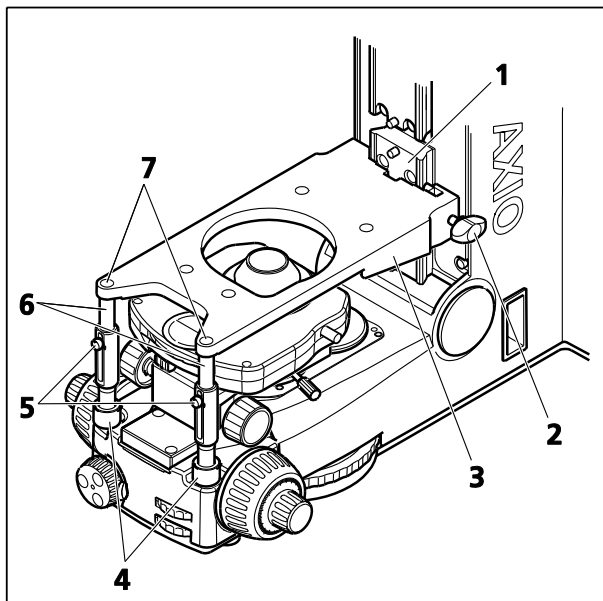

Figure 3-17 Fixation du support de platine
- Tenir le support de platine (Figure 3-17/3) et la platine montée à l'aide de la main gauche, puis l'insérer tout d'abord en l'inclinant légèrement dans le guide en queue d'aronde (Figure 3-17/1) au niveau du statif.
- Serrer légèrement la vis de serrage (Figure 3-17/2) avec la main droite.
- Aligner le support de platine en conséquence sur la vis de butée inférieure, puis serrer la vis de serrage (Figure 3-17/2) sans exercer de pression excessive.
- Desserrer les vis de réglage (Figure 3-17/5) des tiges du support de platine à l'aide d'un tournevis à tête sphérique.
- Enfoncer les tiges (Figure 3-17/6) et les fixer au support de platine à droite et à gauche à l'aide des vis (Figure 3-17/7).
- Tirer les tiges vers le bas jusqu'à ce que les bagues de serrage (Figure 3-17/4) reposent sur le statif.
- Serrer les vis de réglage (Figure 3-17/5).
- Serrer les deux bagues de serrage (Figure 3-17/4) jusqu'à sentir une légère résistance.
(2) Retrait du support de platine
- Desserrer les bagues de serrage (Figure 3-17/4).
- Dévisser les vis (Figure 3-17/7), puis si nécessaire, retirer les tiges (Figure 3-17/6) du support de platine.
- Maintenir le support de platine (Figure 3-17/3) en place à l'aide de la main gauche.
- Serrer la vis de serrage (Figure 3-17/2) d'environ 5 tours avec la main droite.
- Faire pivoter le support de platine horizontalement vers la gauche pour le faire glisser hors du guide en queue d'aronde (Figure 3-17/1) du côté droit.